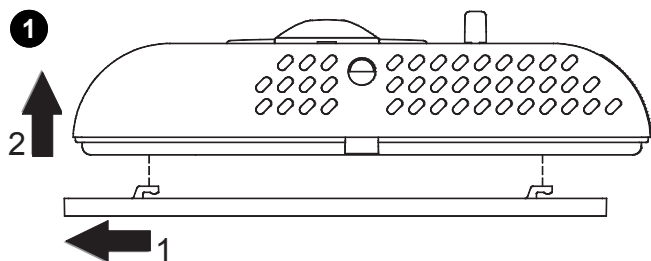

Рис. 2
- 1 Отсоедините пластину, прикрепленную к основанию термостата, толкая ее влево и позволяя ей освободить зубцы, показанные на рис. 2.